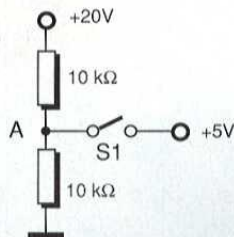

FIGURA 5
5. Che valore ha la tensione nel punto "a" del circuito di figura 5 con lo switch S aperto?
6. Sempre nel circuito di figura 5 che valore assume la tensione nel punto "a" con lo switch S chiuso?